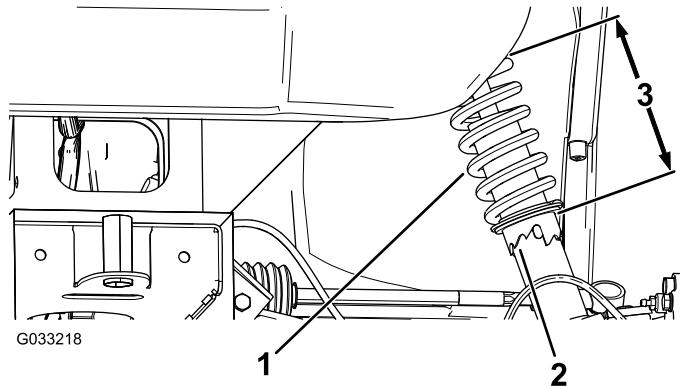

Figure 44
2. Si le carrossage des roues n'est pas correct, utilisez la clé à ergots pour tourner le collet sur l'amortisseur et orienter la roue correctement (Figure 44).